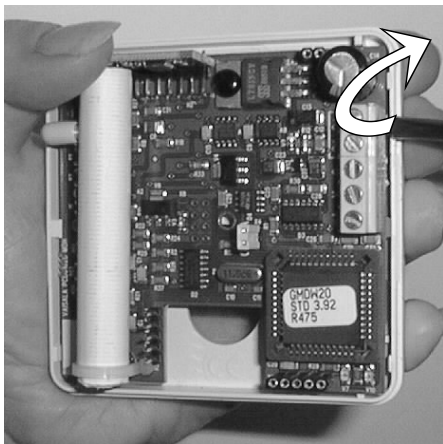

图1 电缆线路
4. 使用螺丝刀向上按压，取出印刷电路板 (PCB)（请参见第 3 页的图 1）。